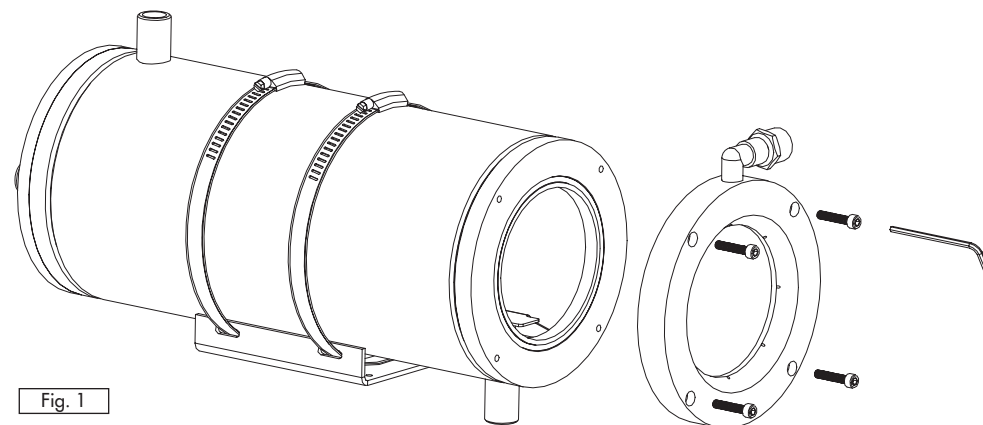

Fig. 1
- Smontare la flangia anteriore della custodia svitando le 4 viti con l'utilizzo della chiave esagonale in dotazione (Fig. 1).
- Démontez la bride avant du caisson en dévissant les 4 vis au moyen de la clé hexagonale fournie (Fig. 1).
- Dismantle the front flange of the housing by unscrewing the 4 screws using the Allen wrench supplied (Fig. 1).
- Den vorderen Flansch des Gehäuses abmontieren. Dazu werden die 4 Schrauben mit dem beiliegenden Sechskantschlüssel entfernt (Fig. 1).